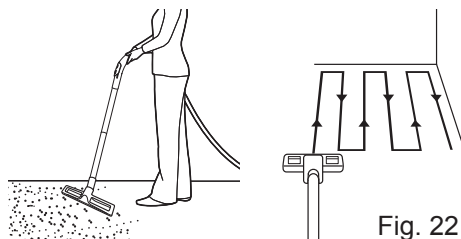

Fig. 22
- > Conecte el/los tubo(s) de extensión (10) a la agarradera del tubo (9a) si es necesario.
- > Avance en filas que se superpongan ligeramente. El patrón más eficaz son las líneas rectas en paralelo a uno de los lados. Así se consiguen filas similares y se garantiza la limpieza de toda la superficie sin que queden lugares sin aspirar (Fig. 22).